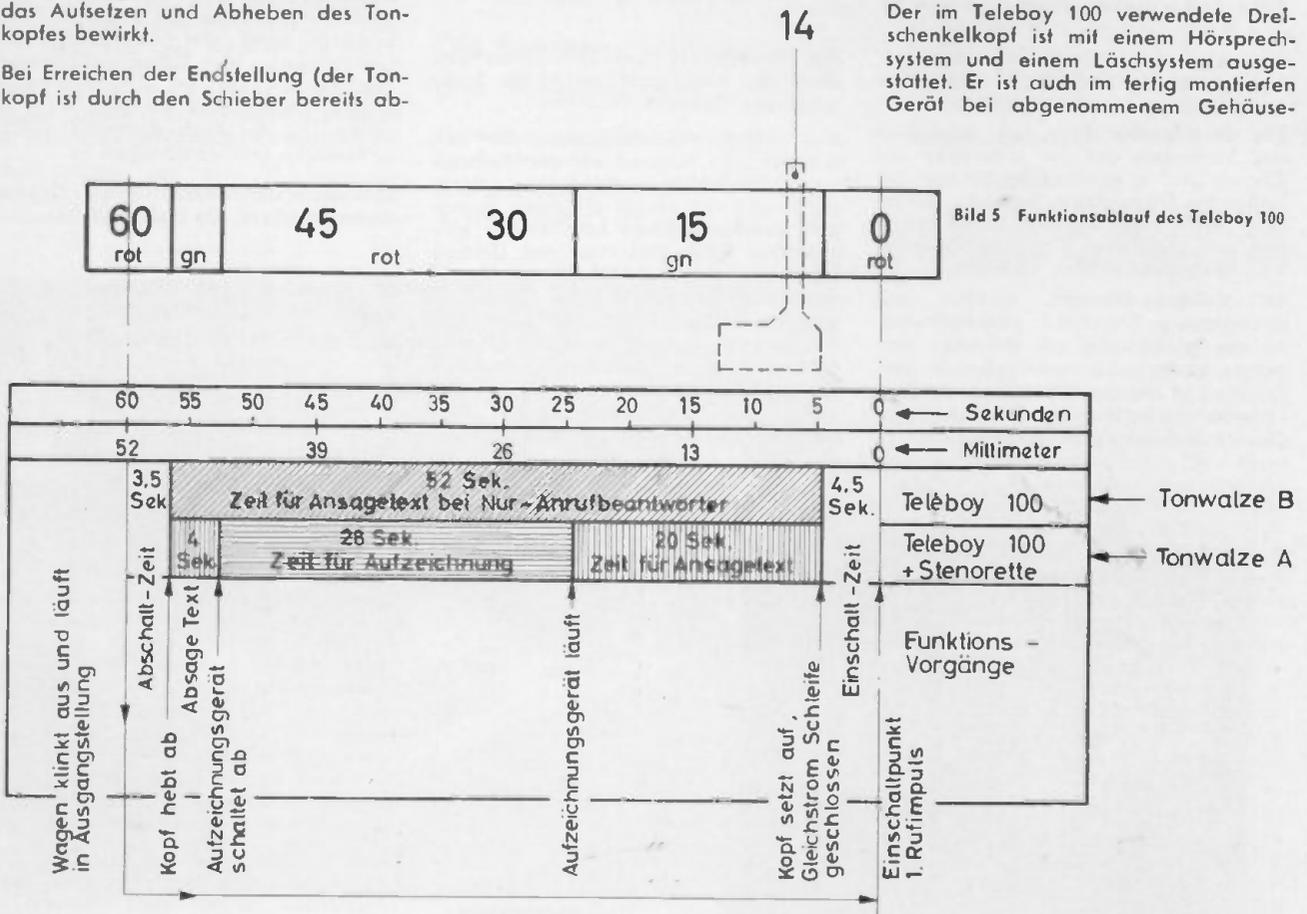

Bild 5 Funktionsablauf des Teleboy 100
Der Funktionsablauf des Teleboy 100 (siehe Bild 5), wird durch einen Zeiger ⑭, der mit dem Vorschub des Wagens gekoppelt ist, an einer Skala im Bedienfeld des Gerätes angezeigt. Die beiden Signallampen zeigen die Betriebsbereitschaft an. Gelbes Leuchtfeld bedeutet: das Gerät ist mit dem Netz verbunden und betriebsbereit. Das rote Leuchtfeld leuchtet, nachdem die Taste „TELEFON“ gedrückt ist und zeigt an, daß der Teleboy 100 in Bereitschaft ist, jedes ankommende Telefongespräch automatisch zu beantworten.
feldern der Anzeigeskala kontrolliert werden kann (siehe auch Bild 5). Nun wird die Taste „TELEFON“ gedrückt (evtl. gedrückte Tasten „Q“ oder „↓“ rasten dabei selbsttätig aus, die Taste „CONF“ muß ausgelöst sein) und das Gerät ist in Anrufbeantwortungs-Bereitschaft.